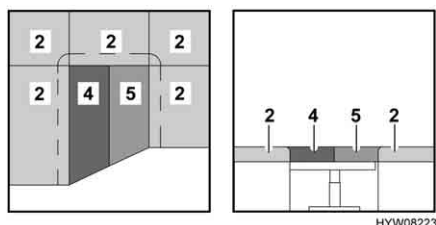

Fig. 65 Dopo la trasformazione
- Posizionare i cuscini aggiuntivi (Fig. 65,4 e 5) tra i cuscini del divano (Fig. 65,2) sul tavolo (Fig. 65,3).